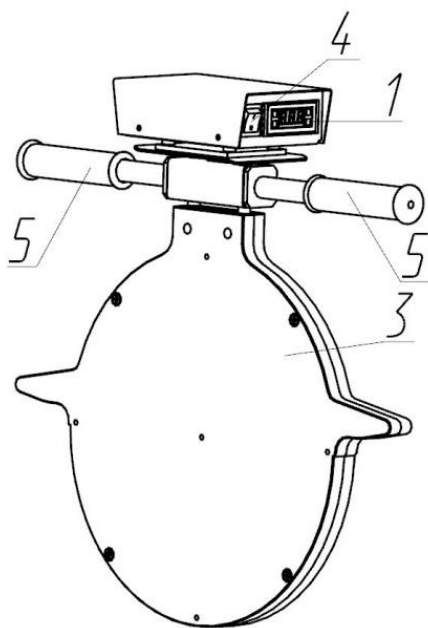

Рис. 1
3- Нагревательный элемент (Рис. 1 стр. 9)
- 2- Нагревательный элемент (Рис. 1 стр. 9)